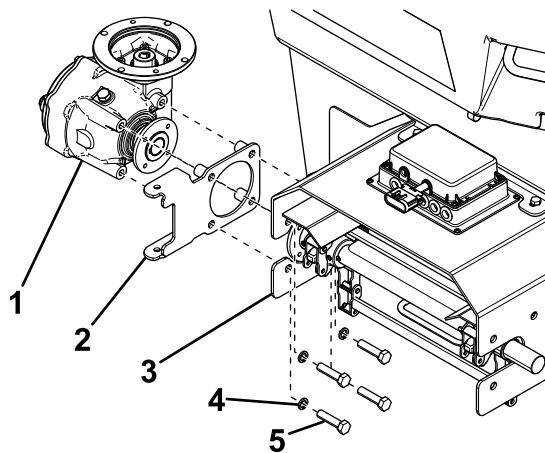

**Bild 21**
7. Schieben Sie die Antriebswellenbaugruppe durch die Nuten der Abdeckung der Stahlbolzenkette (**Bild 21**).